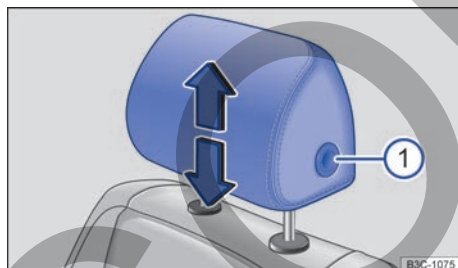

Fig. 73 Apoyacabezas delantero: ajuste.
- Desplace el apoyacabezas hacia arriba o hacia abajo en el sentido de la flecha correspondiente; dado el caso, presione al mismo tiempo la tecla → fig. 73 ① → ⚠ en *Introducción al tema* de la pág. 86.